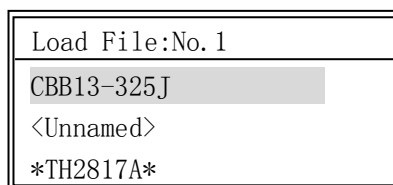

图 4-11 文件加载列表框
- **LOAD** 用来加载一个文件，即从内部非易失性存储器调用一组参数设置。按下软键后出现一个文件列表框，如图 4-11 所示。列表框显示了所有存在文件的文件名，使用上下方向键选择文件，同时框内第一行显示相应文件的文件号，选中需要的文件，按下 **OK** 软键加载此文件，如果想退出加载文件，按 **ESC** 软键。